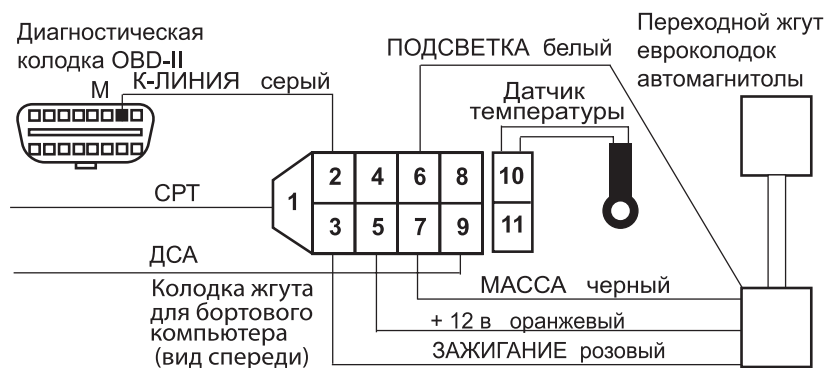

Рис.1 Подключение БК
4. Пропустить серый провод К-линии колодки для БК под рулевую колонку слева вниз и вставить контакт в клемму “М” колодки диагностики согласно рис. 1.